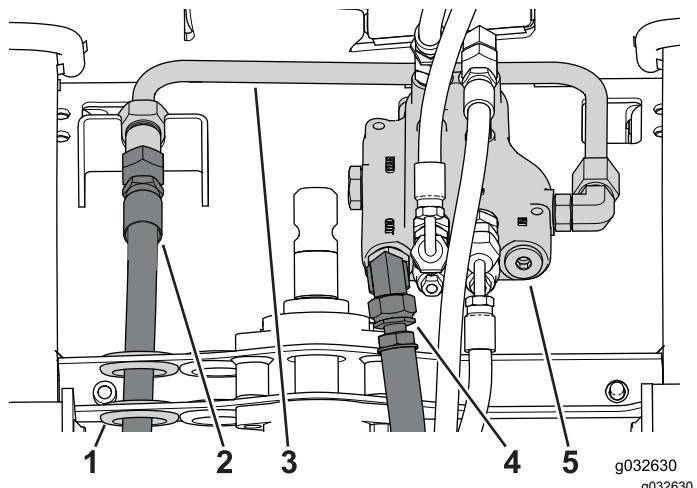

図 106
1. コントロールバルブの下に適切な受け容器を置く**図 106**。
2. チューブコネクタからの給液ホースを外して貫通穴から抜き出す**図 106**。
3. 制御バルブから戻りホースを外す**図 106**。